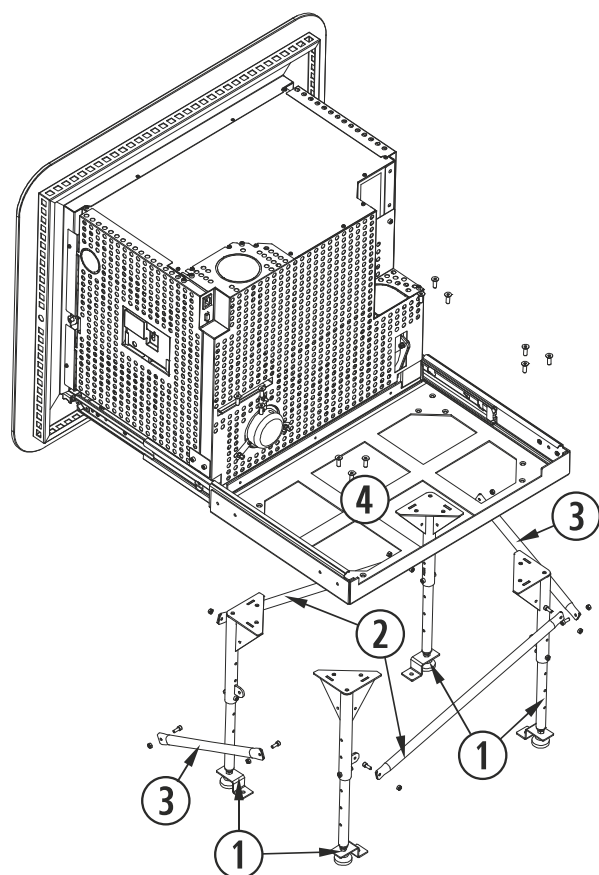

Figura 9
4.15. Unir las 4 patas formando un rectángulo, con los refuerzos laterales y frontales, cómo se indica en la *figura 9*. Abrir las guías de la estufa, de tal forma que podamos acceder a los puntos de anclaje de las patas en la base de la estufa.